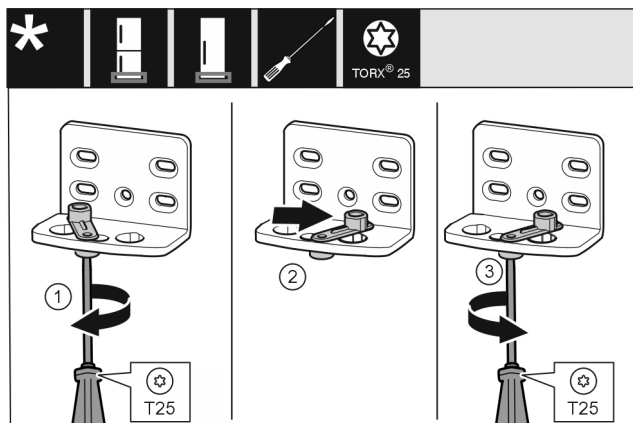

Fig. 17 *
- ▶ 将螺钉 Fig. 17 (1) 用螺丝刀拧松。*
- ▶ 将关门辅助装置 Fig. 17 (2) 提起并向右 90° 转入钻孔。*
- ▶ 将螺钉 Fig. 17 (3) 用螺丝刀拧紧。*